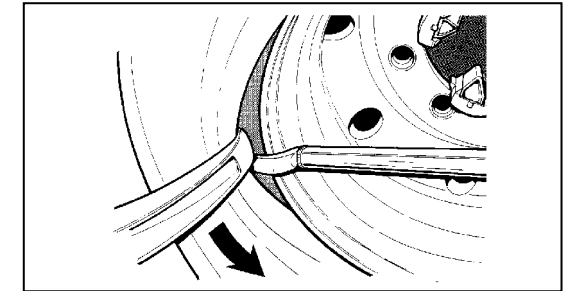

Fig.31
3. Lift the chuck arm enough to clear the hook 2-3 cm (1"-1"1/2) from the rim flange. Move the mount/demount tool towards the outside. This will allow you to place the long bar in between the bead and the rim flange for necessary prying (Fig.31).
3. *Lever le bras porte-arbre de manière à éloigner l'outil du bord de la jante (2-3 cm). Déplacer l'outil vers l'extérieur pour pouvoir insérer le levier souleve-talons long (Fig.31).*
3. Den Hubarm heben, um das Werkzeug vom Felgenhorn freizustellen (2-3 cm). Das Werkzeug nach außen bewegen, sodaß das lange Montierisen angesetzt werden kann (Abb.31).